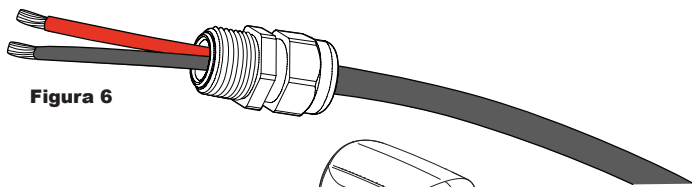

Figura 6
Para instalar el cable de energía, retire los (4) M6-1.0 x 20mm SHCS y la placa de cubierta eléctrica (vea Figura 7). Si es necesario, corte el cable de alimentación al largo deseado. Pele de 7,5 a 10 cm (3 a 4 pulgadas) de aislamiento exterior del extremo del cable de alimentación. Luego pele 1/2 pulgada (1,3 cm) de aislamiento de los cables del cable de alimentación. Deslice la empuñadura de protección contra tirones en el cable de alimentación de manera que el extremo roscado de la empuñadura de protección contra tirones mire hacia los cables de alimentación pelados (vea Figura 6). Inserte el cable de alimentación a través de la conexión NPT de 1/2 pulgada en la parte posterior de la bomba (vea Figura 7). Usando tuercas para cables, conecte el cable negro al cable negro y el cable rojo al rojo en la cavidad eléctrica de la bomba. Coloque los cables dentro de la cavidad eléctrica y apriete firmemente la empuñadura de alivio de tensión. Asegúrese de que las superficies estén limpias. Vuelva a instalar la placa de cubierta eléctrica y la palanca del interruptor, y apriete firmemente.